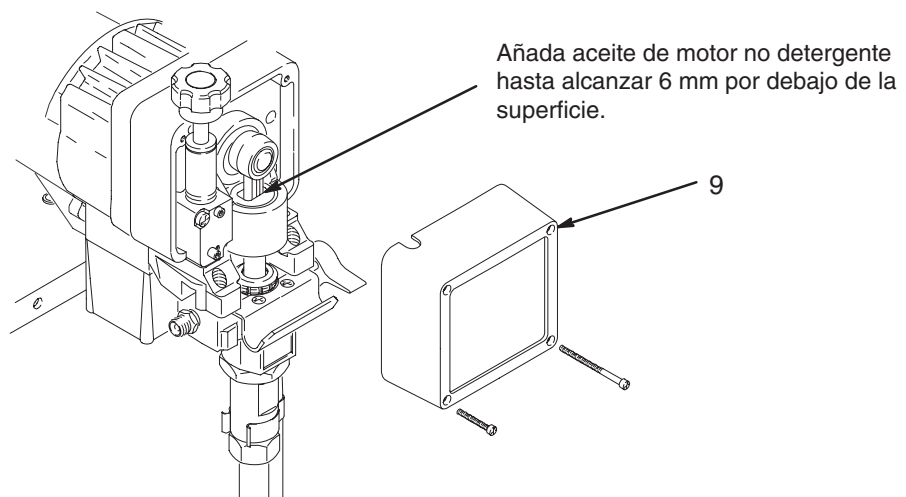

Fig. 4
MENSUALMENTE: saque la tapa frontal (9) y llene la cavidad de la biela con aceite de motor no detergente hasta 6 mm por debajo de la superficie. Vea la Fig. 4.